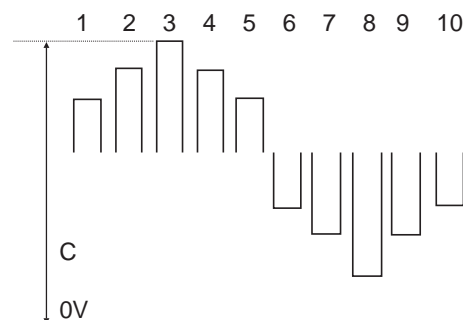

Fig. 1
1. Ajustar [C] para 5.0 ± 0.2 volts através da variação do controle de BRIGHT em CHK2 conforme fig 1.